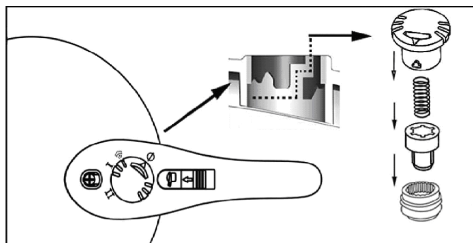

Fig.13
- перемкніть робочий клапан у положення « Φ », вийміть його, розберіть деталі у порядку, показаному на рис.13, потім очистіть їх;